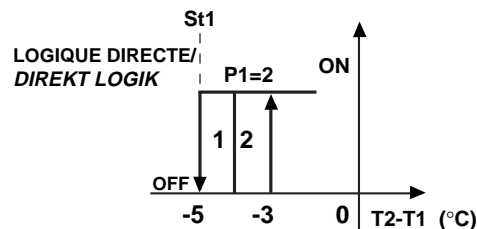

Fig.19
**Solution 1b:** si au contraire on donne la priorité à T2 (ex. seuil "Basse" à  $6^{\circ}\text{C}$  avec retard d'une minute), la sonde principale, NTC1, doit être positionnée à la sortie. Les paramètres, avec ces nouvelles conditions, deviennent: le point de consigne,  $St1$ , étant donné que ' $NTC1-NTC2$ ' soit ' $T2-T1$ ', doit maintenant être fixé à  $-5^{\circ}\text{C}$ . Le Mode de fonctionnement est Direct ( $C0=1$ ) étant donné que le régulateur doit activer les sorties à l'augmentation de la valeur ' $T2-T1$ ' qui de  $-5$  tend à 0.  $P25=6$  e  $P28=1$  (min) activent l'alarme "Basse" demandée, comme représenté par le nouveau diagramme logique de régulation (figure 19).
**Lösung 1b:** Wenn T2 die Priorität hat (z.B. "Untere" Schwelle mit  $6^{\circ}\text{C}$  und einer Minute Verzögerung), muß der Hauptfühler NTC1 an den Ausgang gelegt werden. Unter diesen neuen Bedingungen werden die Parameter: Der Sollwert  $St1$ , wegen ' $NTC1-NTC2$ ' oder ' $T2-T1$ ', muß nun auf  $-5^{\circ}\text{C}$  gesetzt werden. Der Funktionsmodus wird Direkt ( $C0=1$ ) sein, da der Regler die Ausgänge aktivieren muß, wenn sich der Wert ' $T2-T1$ ' (zwischen  $-5$  und 0) erhöht.  $P25=6$  und  $P28=1$  (min) aktivieren den verlangten "Unter"-Alarm, wie es im neuen logischen Regulierungsdiagramm dargestellt ist (Bild 19).